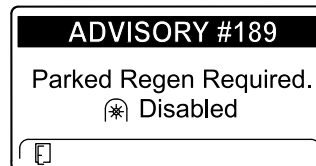

Bild 47
- Wenn Sie eine geparkte Regenerierung nicht innerhalb von zwei Stunden durchführen, wird im InfoCenter „Parked regeneration required – power takeoff disabled ADVISORY #189“ angezeigt (Bild 47).